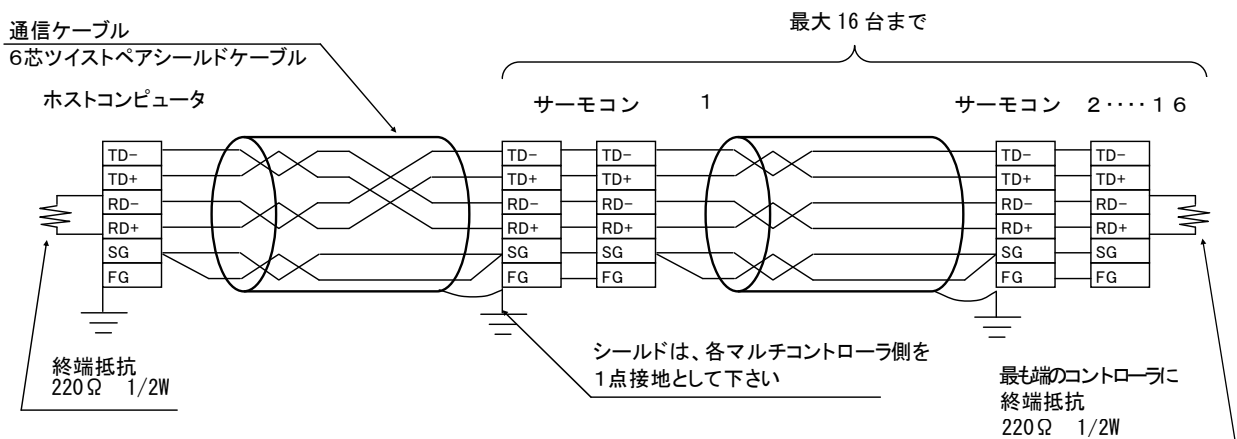

図 1-1 通信 (RS-485) ケーブルの配線
- ①サーモコンの電源スイッチをOFFにしてください。
- ②ケーブルをサーモコンの通信コネクタ (RS-485) に接続してください。
- ・通信の接続図を図 1-1 に示します。
- ③サーモコンの電源スイッチをONにしてください。
- ④すべてのサーモコンについて通信方式の選択を行います。詳細は取扱説明書をお読みください。
- ⑤以上で通信の準備は終了しました。これで、ホストコンピュータから通信命令があれば、各サーモコンはそれに返信します。